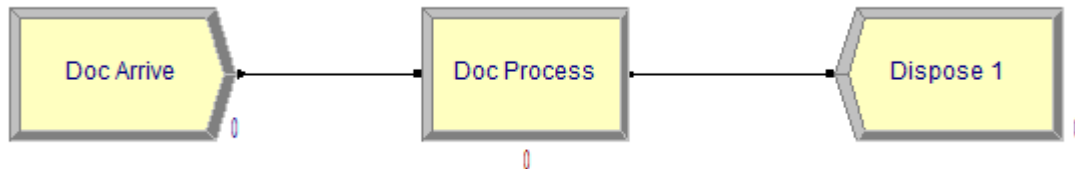

Рис. 84. Графическая схема процесса обработки документов
4. Создайте модуль *Dispose 1* и соедините все добавленные модули с помощью инструмента *Connect* (Соединение) , расположенного на стандартной панели инструментов, как показано на рис. 84.